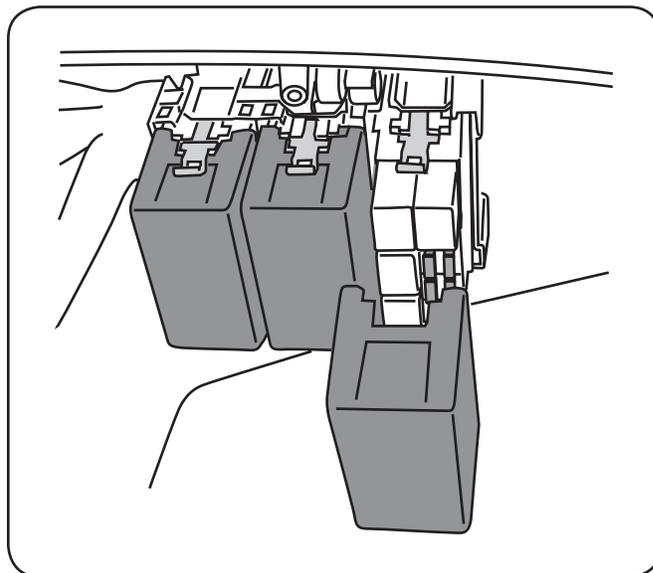

Figure 6-2
2. Retirez le couvercle du support de fusibles. Voir Figure 6-2.